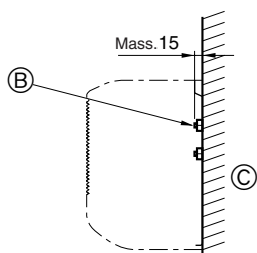

Fig. 3-5
- ▶ Assicurare l'attrezzatura di montaggio nella parte centrale, nei fori da 12 mm, usando bulloni di fornitura locale (bulloni passanti, bulloni di fissaggio e bulloni con dado) di filettatura M10 o W3/8. La punta dei bulloni non deve avanzare più di 15 mm dalla parete. (Fig. 3-5)